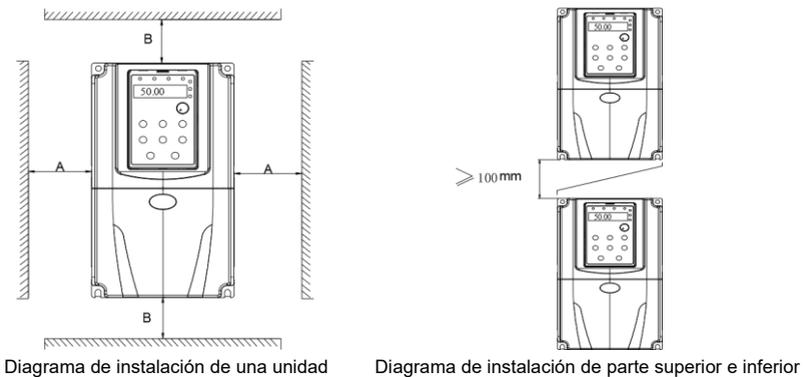

Figura 3-1 Diagrama de instalación
- 1) Instale el Inversor de manera vertical para que el calor se logre disipar por la parte superior. Sin embargo, el equipo no se puede instalar al revés. Si hay varios inversores, la instalación paralela es una mejor opción. En instalaciones donde se requiera instalar los Inversores superiores e inferiores, consulte la figura 3-1 "Diagrama de instalación de Inversor Serie AE300" e instale un divisor aislante.
- 2) El espacio de montaje debe ser el indicado en la figura 3-1, para asegurar la disipación del calor. Sin embargo, debe tomar en cuenta la disipación de calor de otros equipos en el gabinete.